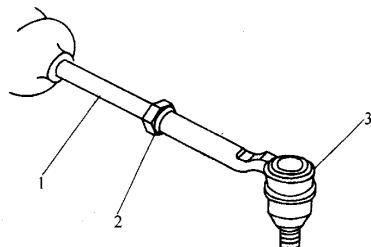

图 5.1-8 前轮前束的调整
- (1) 拆卸转向横拉杆上的小密封夹。
- (2) 将转向盘调整到正前位置。
- (3) 如图 5.1-8 所示, 松开拉杆上的六角螺母, 旋转转向横拉杆轴以得到合适的前束角。